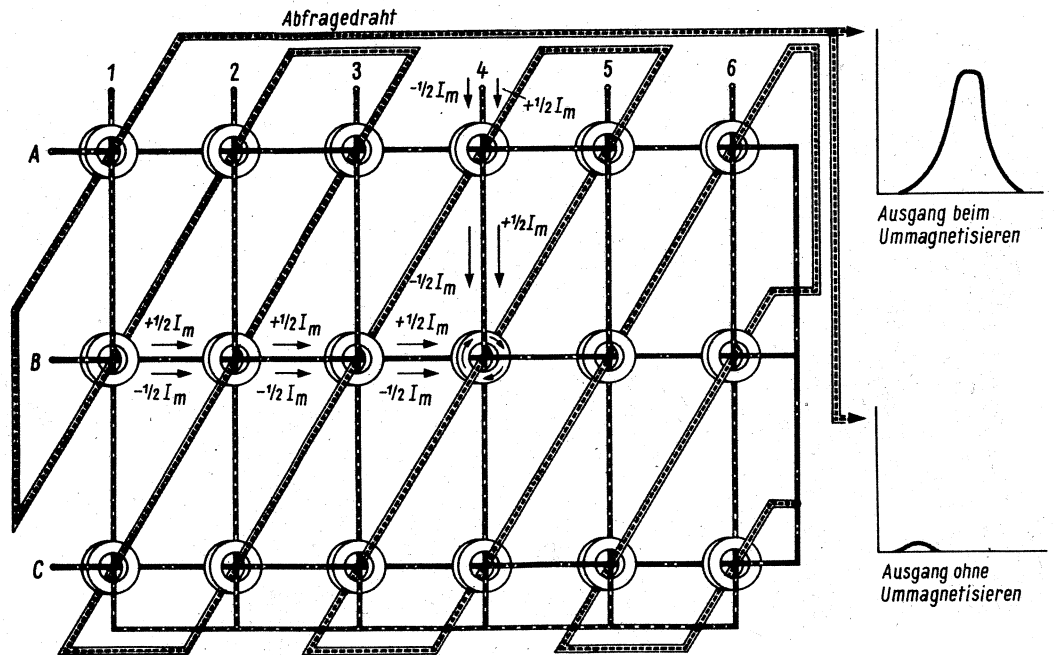

Bild 5. Einspeisung einer Information im Koordinatenpunkt B 4, Herauslesen der Information durch Abfragedraht
Beim Dateneingeben wurde im Koordinatenpunkt B 4 im Bild 5 gespeichert, hier soll nun die binäre Ziffer abgefragt werden: Der Lesevorgang ist zunächst gleich dem Einspeisen der Ziffern, nur der Abfragestrom ist immer negativer Polarität!
Über die Drähte B und 4 schicken wir je $-\frac{1}{2} I$ (Abfragestrom). Im Kreuzungspunkt B 4 ergibt sich minus I_{gesamt} . Gehen wir im ersten Fall davon aus, daß Kern B 4 eine binäre L (1) trägt. Das Feld des Kerns ist rechtsgerichtet. Es wurde von einem positiven Speicherstrom erzeugt. $-I_{\text{gesamt}}$ (Abfragestrom) muß daher eine Magnetfeldänderung im Kern erzeugen. Der Abfragedraht wird von dem sich ändernden Kernfeld durchflutet; dieser Vorgang induziert im Abfragedraht eine Spannung von erheblicher Höhe. In Bild 5 ist dies dargestellt.